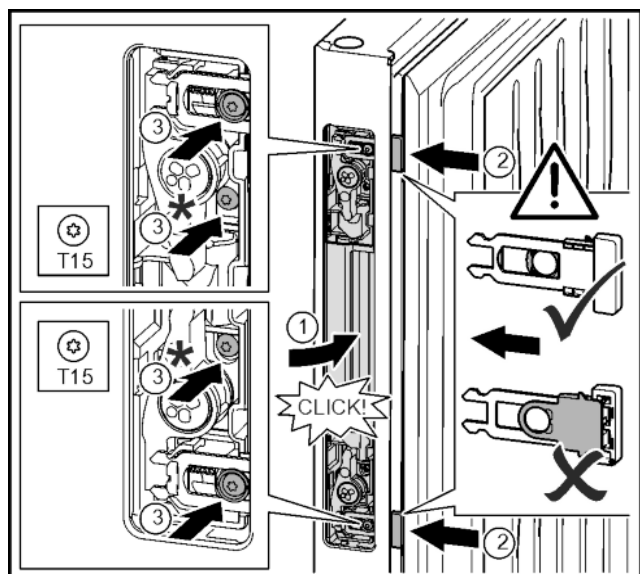

Fig. 34
- ▶ Türöffnungshilfe in Öffnung der Gegenseite einschwenken und einrasten. Fig. 34 (1)
- ▶ Türöffnungsschieber durch Aussparungen schieben bis sie einrasten. Fig. 34 (2)
- ▶ Schrauben samt Kunststoffkragen mit Schraubendreher T15 festdrehen. Fig. 34 (3)